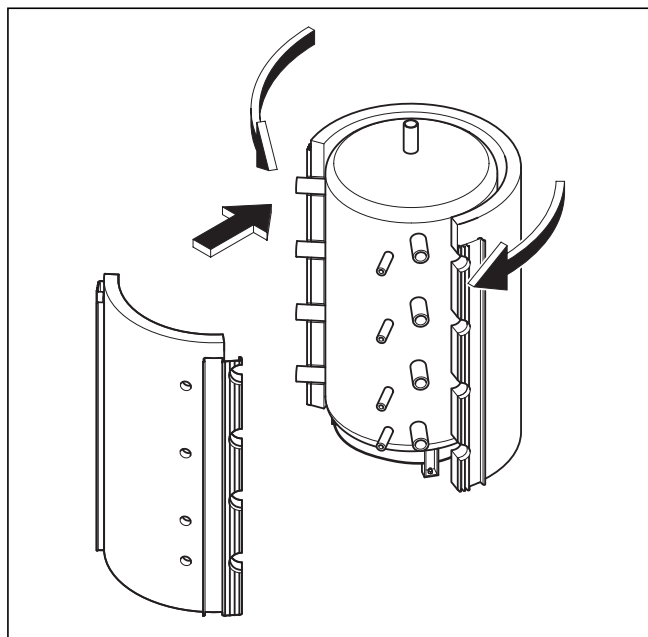

Fig. 4.8 Anbringelse af isoleringsindkapslinger
- Svøb den store (forreste) isoleringsindkapsling om bufferbeholderen, som vist på fig. 4.8, idet De starter foran.